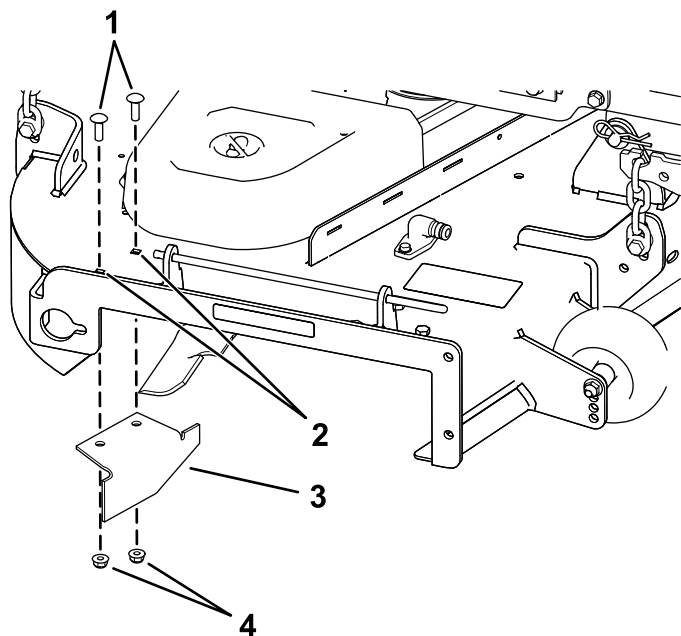

Bild 35
14. Suchen Sie das Versatzablenkblech in den losen Teilen und entfernen Sie die Befestigungen in den hinteren Löchern der Auswurfplatte. Befestigen Sie das Ablenkblech in der Seitenauswurföffnung am Mähwerk (Bild 35).